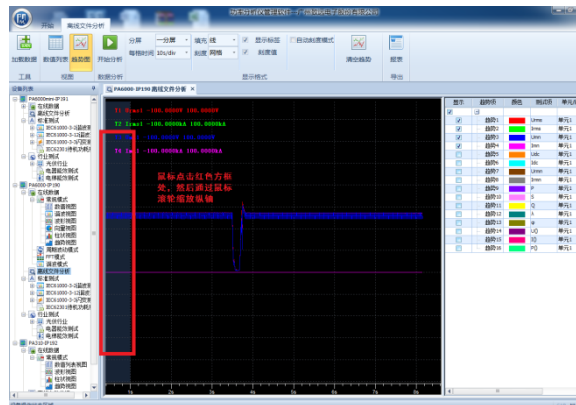

图 8.1 PAM 软件界面
**回复：**如图 8.1 所示，可说明通过滚轮缩放波形窗口的纵坐标。